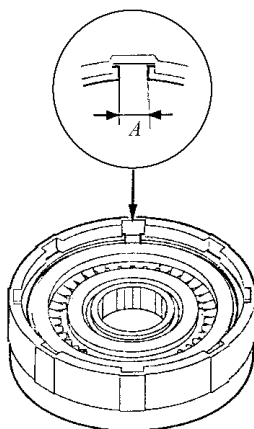

图 5-119 卡环端隙
7) 如图 5-119 所示, 确认卡环端隙为 7.9mm 或以上。